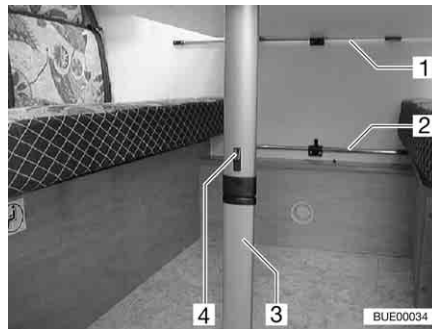

Bild 61 Hängbord med vikbart ben
- Skjut spärren (Bild 61,4) mot bordsskivan.
- Fäll upp den nedre delen av benet (Bild 61,3) 90°.
- Haka ur hängbordet ur den övre bärskenan (Bild 61,1).
- Haka fast hängbordet i den nedre bärskenan (Bild 61,2) och ställ ned det på bordsbenets led.